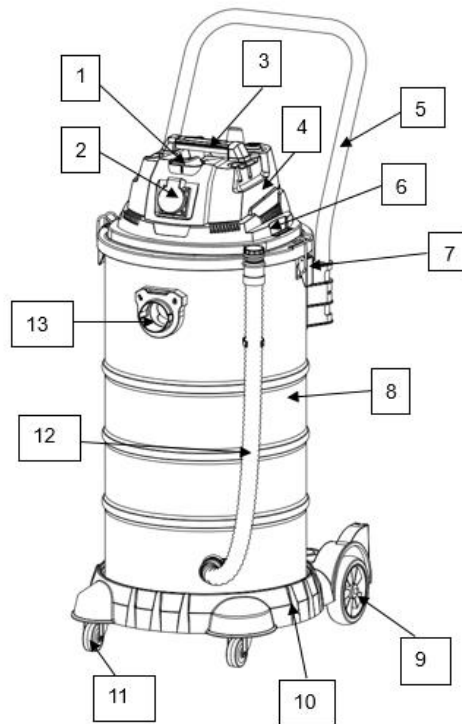
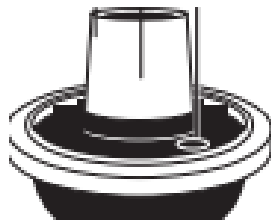

Рис. 1
Рис. 4
- Разблокируйте два замка (7) (Рис.1) с обеих сторон пылесоса и за ручку (3) (Рис.1) снимите секцию электродвигателя (6) (Рис.1).
- Для сухой уборки (без всасывания воды) на фильтрующий отсек двигателя (рис.4) установите HEPA фильтр.
- После установки соответствующего фильтра за ручку (3) (Рис.1) правильно установите секцию электродвигателя (3) (рис.4) на бак (8) (Рис.1) и заблокируйте два замка (7) (рис.1).
- Позиция «I» – пылесос включен, независимо от факта подключения электроинструмента к розетке (2) (Рис.1);